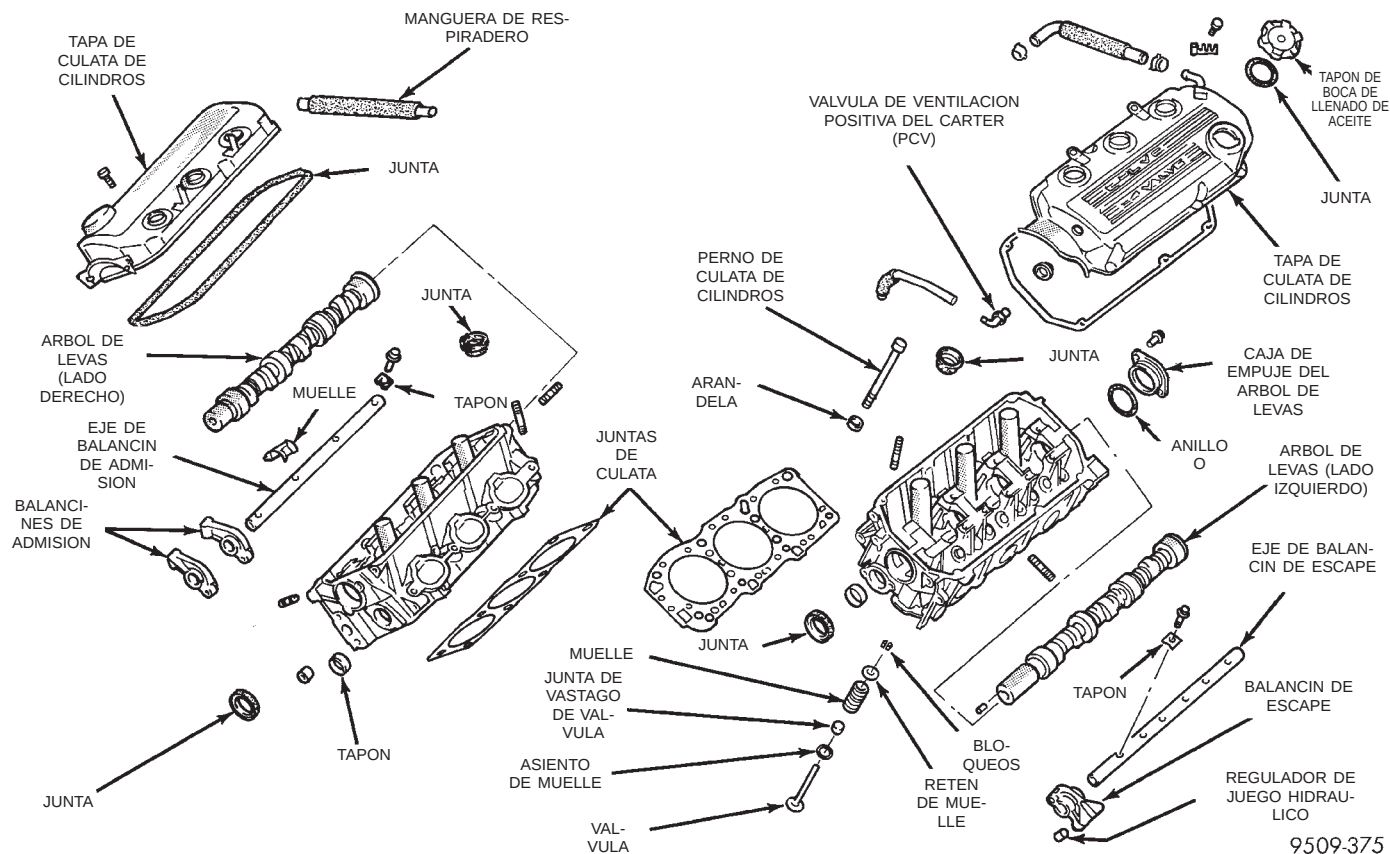

Fig. 41 Componentes de la culata de cilindros
(1) Desconecte y vuelva a localizar los cables de bujía y el mazo de cableado.
(2) Retire los dispositivos de fijación de la tapa de la culata de cilindros y retire la tapa (Fig. 41).
(1) Retire la cámara impelente del múltiple de admisión. Siga el procedimiento descrito en esta sección.
(2) Durante la reparación, cubra el múltiple de admisión inferior con una cubierta adecuada.
(3) Desconecte y vuelva a localizar los cables de bujía.
(4) Retire los dispositivos de fijación de la tapa de la culata de cilindros y retire la tapa (Fig. 41).